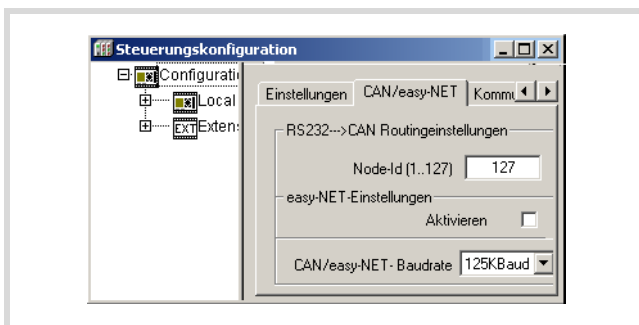

Abbildung 85: CAN-Master-Routingeinstellungen
Stellen Sie die Routing-ID und die CAN-Baudrate im Register „CAN/easyNet“ des Ordners „Konfiguration“ wie in Abbildung 85 ein.
- eine ID zur Routing-Funktion: Die Routing-ID und die CAN-Baudrate stellen Sie wie in Abbildung 85 im Register „CAN/easyNet“ ein. Setzen Sie als Node-ID z.B. „54“ ein.